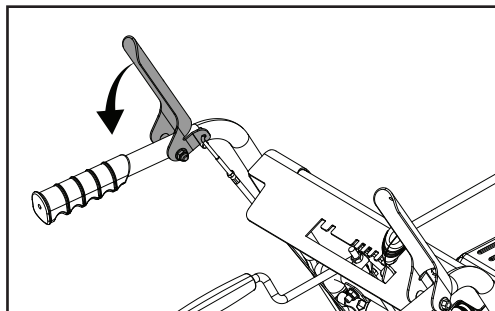

Figure 34
12. Appuyez sur la poignée de commande de la tarière pour vous assurer que la courroie est engagée correctement sur la poulie tendeur (figure 34). Sous la zone du couvercle à courroie, assurez-vous que la distance des deux côtés entre le guide et la poulie est la même.